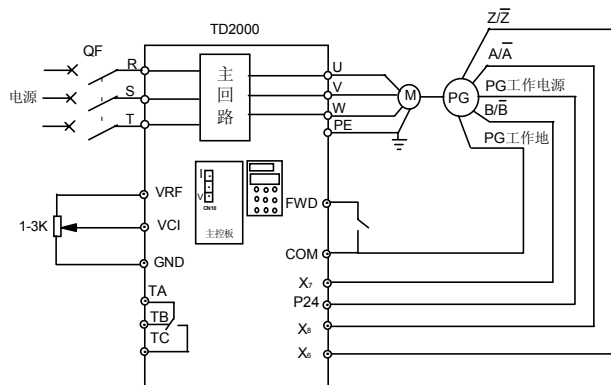

图6-27 PG速度闭环控制系统接线图
TD2000系列变频器采用外接控制端 X_7 、 X_8 , 配合脉冲编码器 (PG) 可以组成速度闭环控制系统, 如图6-27所示。
如需考虑速度脉冲清零, 减少转速检测误差, 可以将清零脉冲通过控制端子输入, 如图6-27中的 X_6 。(保留)